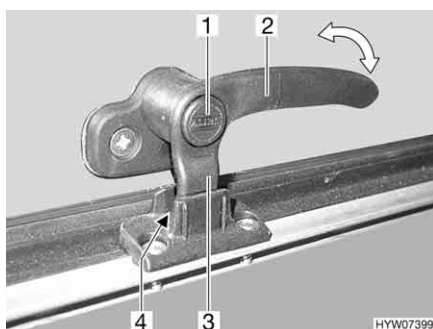

Fig. 35 Leva di serraggio in posizione "Aerazione continua"
- In posizione di "Aerazione continua" (Fig. 35)
- Premere il bottone di sicurezza (Fig. 35,1) e mantenerlo premuto.
- Ruotare la leva di serraggio (Fig. 35,3) di un quarto di giro verso il centro della finestra.
- Girare nuovamente all'indietro la leva di serraggio. Riportare contemporaneamente il nasello di chiusura (Fig. 35,3) della leva di serraggio nella rientranza della chiusura della finestra (Fig. 35,4).
- Rilasciare il bottone di sicurezza (Fig. 35,1).